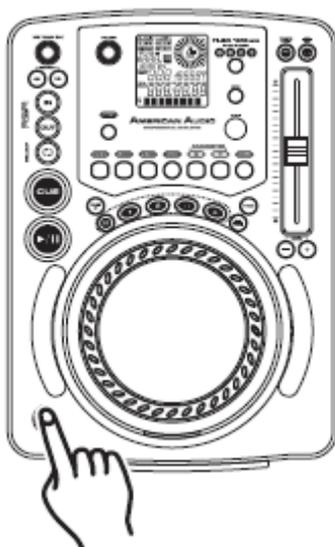

Figure 7
Le Flex 100MP3 ne peut lire que les CD de 8 et 12 cm. Lors du chargement d'un CD dans le tiroir d'accueil, tenez toujours le CD par sa tranche. Chargez le disque avec l'étiquette vers le haut, ne touchez jamais la surface de signal (le côté brillant). Pour retirer le disque du tiroir, appuyez sur le BOUTON D'ÉJECTION (16), voir Figure 7.
Figure 7: Appuyez sur le bouton Éjecter pour charger et éjecter un disque. Lors du chargement d'un disque, tenez le toujours pas sa tranche et chargez-le avec son étiquette vers le haut.